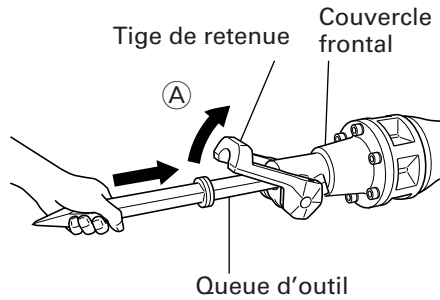

Fig. 3
- (1) Nettoyer la tige de l'accessoire, puis l'enduire de graisse ou d'huile de machine.
- (2) Déplacer la retenue sur la position ouverte (A), et insérer l'accessoire tel qu'une pointe à broyer, un cutter, etc. dans l'orifice hexagonal du couvercle avant (voir Fig. 3).